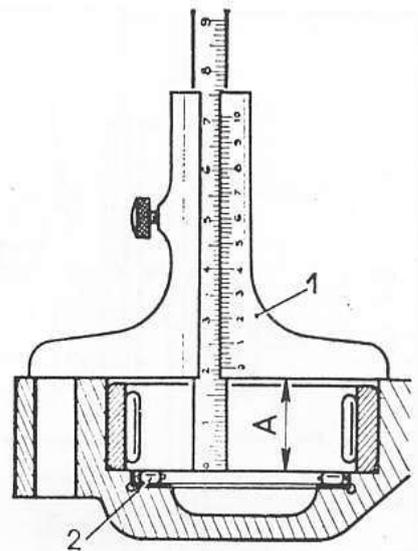

Fig. 58. — Mesure de la cote « A » dans le couvercle gauche
- Sur le couvercle latéral gauche de l'arbre démultiplicateur, mesurer, avec une jauge de profondeur, la cote (A) (fig. 58) entre le plan de joint et la butée à aiguilles (2). Prendre appui